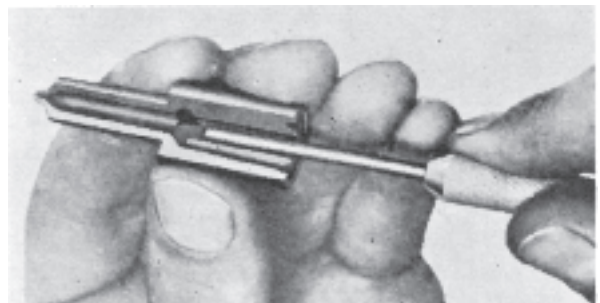

Fig. 55. Rengöring av tryckkammare
4. För rengöring av munstyckets tryckkammare fig. 55 använder man en speciell skrapa.